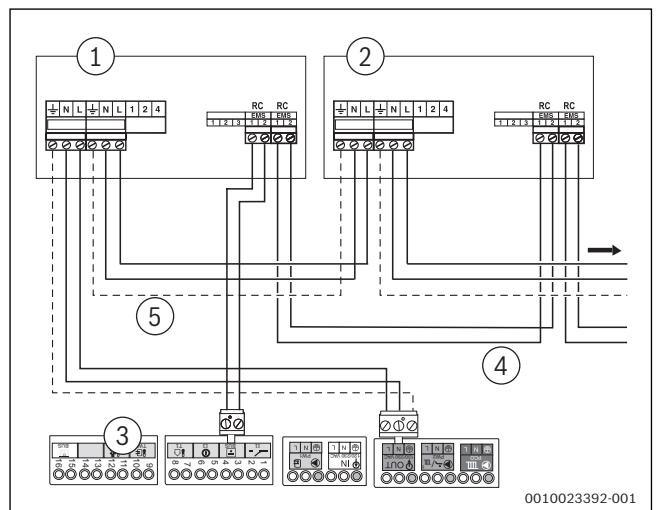

Fig. 4 Raccordement de plusieurs modules de fonction
- Utiliser le raccord bus EMS du premier module pour le second module. Pour cela, utiliser le câble joint au module (→ fig. 4, [4]).